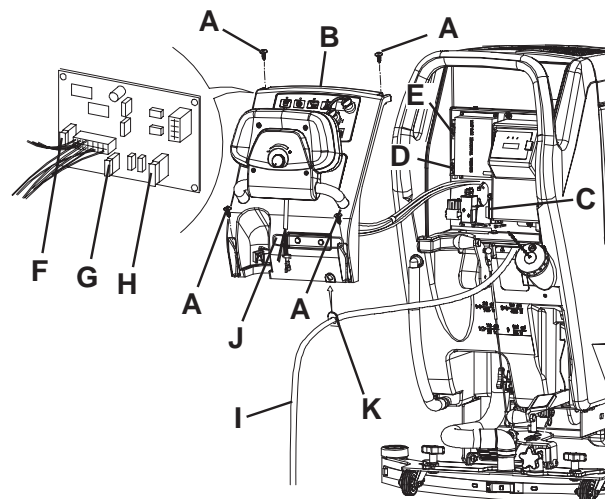

Figure 10
1. Débrancher le connecteur (12) des batteries.
2. Déplacer le tuyau de vidange de l'eau de récupération (16).
3. Si équipé, déposer le câble (I, Fig. 10) du chargeur de batterie du logement (J).
4. Déposer les vis (A) et déplacer le tableau (B) avec soin en dégageant la bague en caoutchouc (K) de son logement dans le tableau (B).
- (C) Fusible F1, tête porte-brosses : (40 A)
- (D) Fusible F2, système d'aspiration : (30 A)
- (E) Fusible F3, système de traction : (30 A) (*)
- (F) Fusible F4, circuits de signaux : (3 A)
- (G) Fusible F5, déclenchement brosses/plateaux support disque : (20 A) (*)
- (H) Fusible F6, pompes : (3 A) (*)